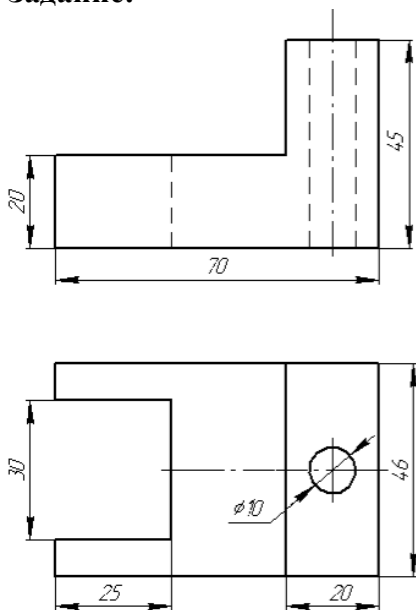

Рисунок 23
2. По двум заданным видам – спереди и сверху, постройте вид слева (линии построения третьего вида по желанию можно сохранить), рис.23.